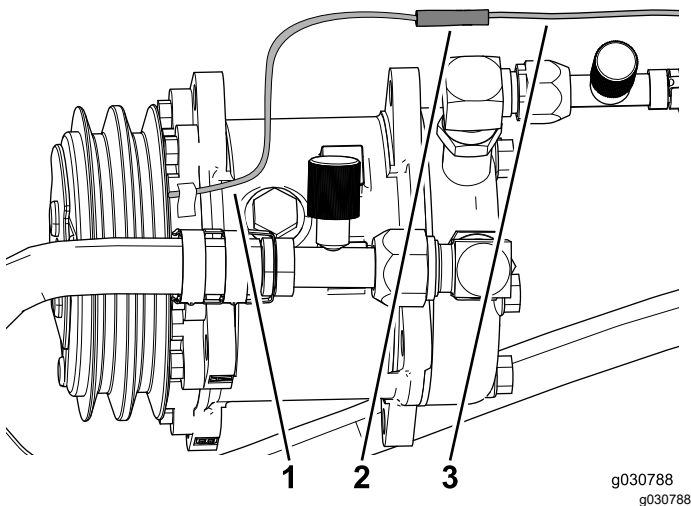

Figure 51
3. Branchez le câble du compresseur de climatiseur au connecteur cylindrique sur le faisceau de câblage (Figure 51).